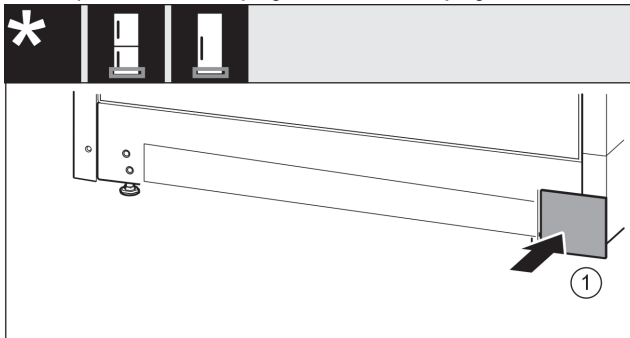

Fig. 22
- ▶ Vėl uždėkite dengiamąją plokštelę Fig. 22 (1) kitoje pusėje.